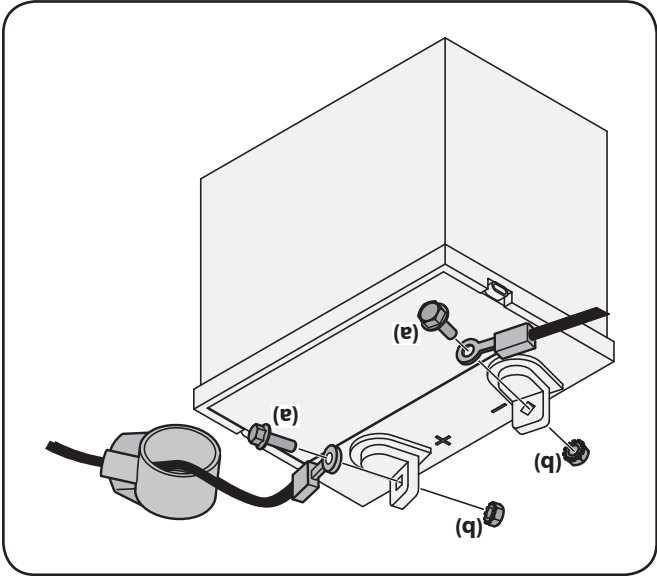

Figure 3-2
1. Branchez le câble rouge à la borne positive (+) de la batterie et le câble noir à la borne négative (-) de la batterie avec les boulons et les écrous fournis. Voir Figure 3-2.